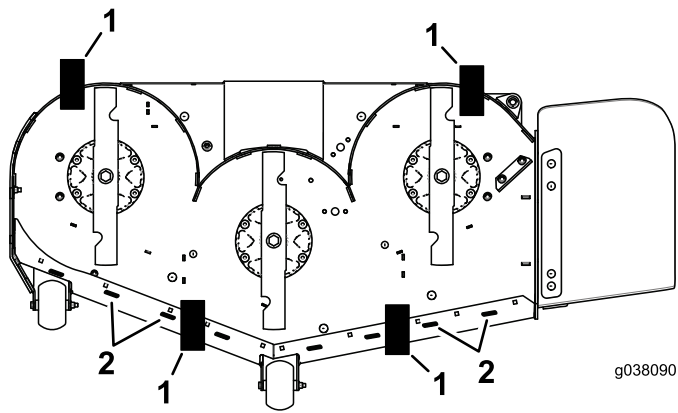

Figura 85
11. Coloque dos bloques (consulte la tabla Altura de los bloques e inclinación) debajo del borde trasero del faldón de la carcasa de corte, uno en cada lado de la carcasa de corte (Figura 85).